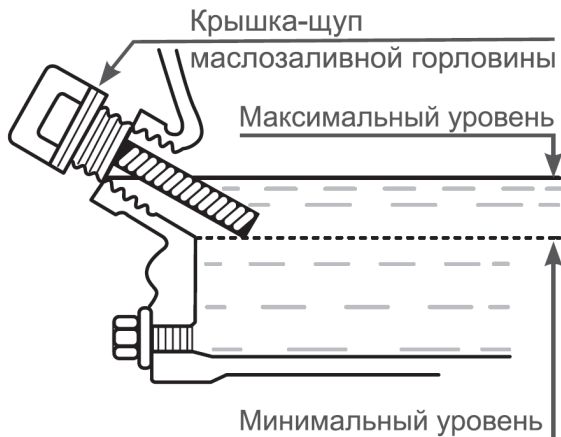

Рис. 6 Проверка уровня масла в картере
4. Аккуратно вытащите щуп и осмотрите его (Рис. 6). Уровень масла должен соответствовать верхней отметке на щупе. При недостаточном уровне масла в картере необходимо долить чистое масло до верхней отметки на щупе (что соответствует нижней кромке заливного отверстия). После окончательной проверки, плотно закрутите крышку-щуп.